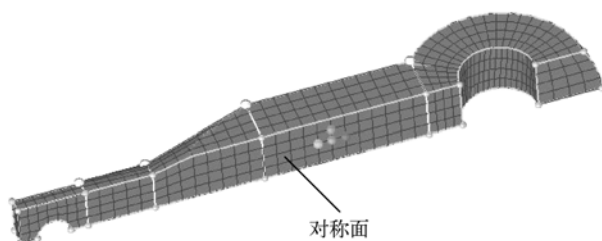

图 5-68 镜像操作 1
(2) 按住〈Shift〉键，拖动鼠标左键框选图形区中所有的单元。然后激活绿色的 N1 按钮，选择如图 5-68 所示的 N1、N2、N3、B 这 4 个点。